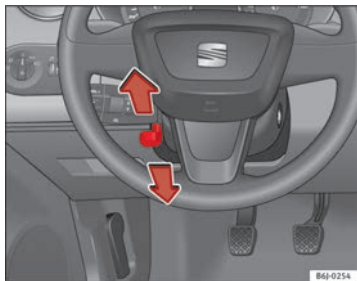

Abb. 105 Lenkradhöheneinstellung
- Schwenken Sie den Hebel → Abb. 105 unter der Lenksäule nach unten → ⚠.
- Stellen Sie das Lenkrad in die gewünschte Position ein → Abb. 105.
- Stellen Sie den Fahrersitz bzw. das Lenkrad so ein, dass der Abstand zwischen Lenkrad und Brustbein mindestens 25 cm beträgt → Abb. 105. Wenn Sie den Mindestabstand nicht einhalten, kann Sie das Airbag-System nicht schützen – Lebensgefahr!